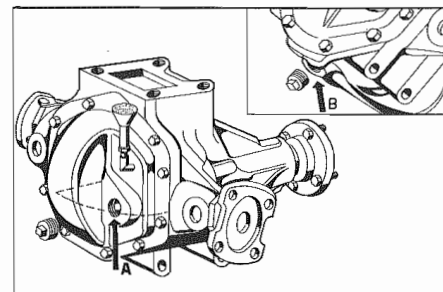

Fig. 21 - A) Tappo di riempimento - B) Tappo di scarico
- Tramite il tappo di carico A (**Fig. 21**). Il livello è regolare quando l'olio sfiora il foro di carico.
- A gruppo caldo svitare il tappo di scarico B (**Fig. 21**) e riavvitarlo previa pulizia dello stesso. Eseguire il riempimento dal tappo di carico A. Capacità scatola differenziale: litri 1,4.
- These operations are made through the oil filler cap A (**Fig. 21**). The level is correct when the oil is neither over nor under the cap hole.
- With warm group, unscrew drain plug B (**Fig. 21**) and screw it on again after having it cleaned. Pour the oil through filler cap A. Differential housing capacity: 1.4 liters.